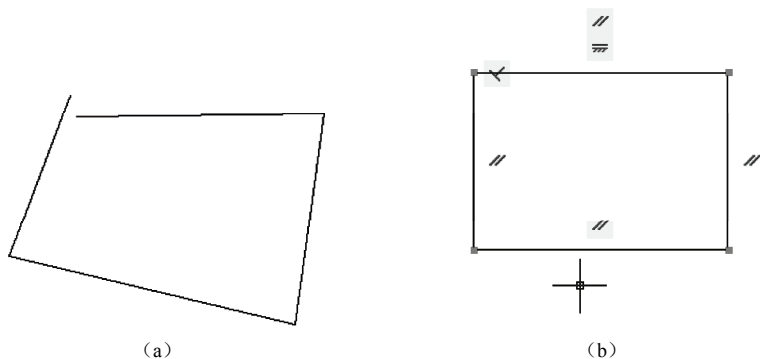

图 10-3 几何约束绘制矩形
如图 10-3 (a) 所示, 任意绘制四条边, 通过几何约束使之成为矩形。
(1) 通过 line 命令，绘制如图 10-3 (a) 所示的图形。
(2) 通过“参数化→几何”面板中的几何约束功能，如图 10-3 (b) 所示，添加 8 个端点的“重合”约束。
(3) 添加“垂直”约束。
(4) 添加“平行”约束。
(5) 添加“水平”约束。
结果如图 10-3 (b) 所示。